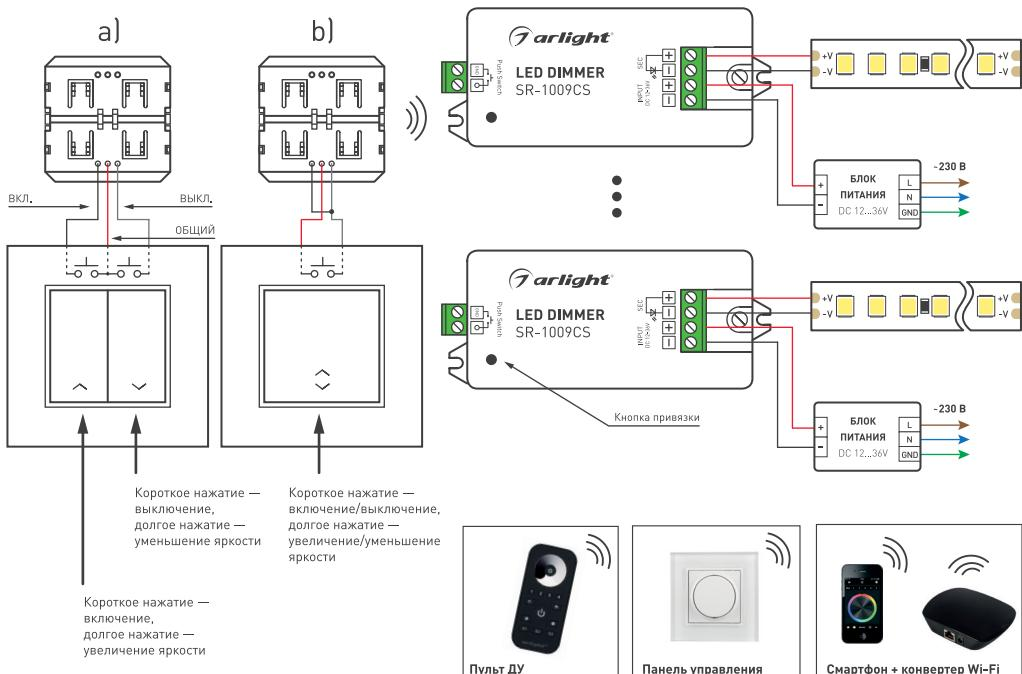

Рисунок 1. Подключение оборудования на примере диммера SR-1009CS.
- 3.2. Подключите к конвертеру кнопочный выключатель без фиксации с двумя группами нормально разомкнутых контактов (Рисунок 1а) или с одной группой нормально разомкнутых контактов (Рисунок 1б).
- 3.5. Подключите светодиодную ленту, диммеры и блок питания (см. инструкции к используемому оборудованию). Пример подключения оборудования приведен на рис. 1.
- 3.9. Проверьте работу управления. Функции кнопок приведены на рис. 1.